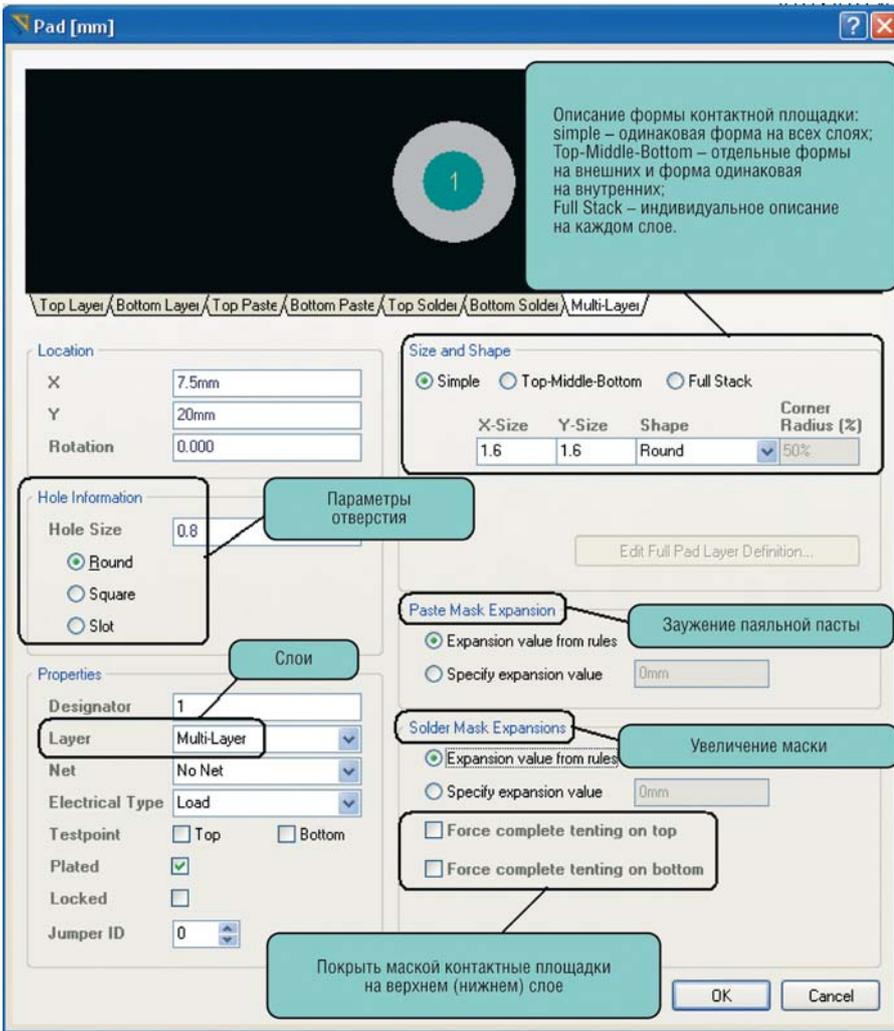

Рис. 12. Параметры контактной площадки
1. Для установки контактных площадок выполним команду *Place > Pad*, и нажмём клавишу *Tab* для описания параметров контактной площадки. В появившемся окне (см. рис. 12) необходимо задать параметры отверстия (в поле *Hole Information*) и параметры контактной площадки (в поле *Size and Shape*). Кроме этого, могут быть заданы дополнительные параметры (см. рис. 12), причём для площадки под поверхностный монтаж сначала необходимо указать слой в поле *Layer*, после чего поле *Hole Information* будет недоступно. Нумерацию контактных площадок следует начинать с единицы, т.к. здесь указываются номера физических выводов микросхемы. Нулевой номер контактной площадки обычно используется для крепежных отверстий. Для резис-